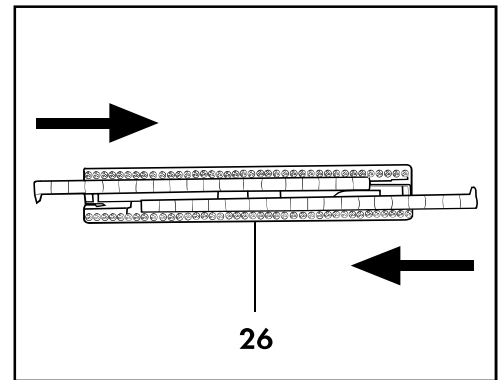

Fig. 15
Per il montaggio del telaio setolato per moquettes e tappeti (26), inserire nelle apposite guide le spazzole rigide con le linguette rivolte all'interno (**Fig. 15**).